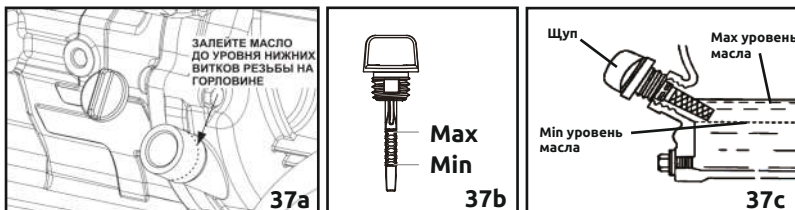

Рисунок 37 - Уровень масла
- Постепенно заливайте масло в отверстие, периодически проверяя его уровень. Уровень масла будет достаточным, когда он дойдет до резьбы на горловине картера (рис.37).